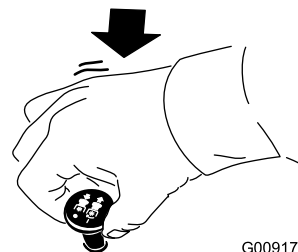

Figura 27
1. Decuplai lamele mutând comutatorul de control al lamei în poziia OPRIT (Figura 27).